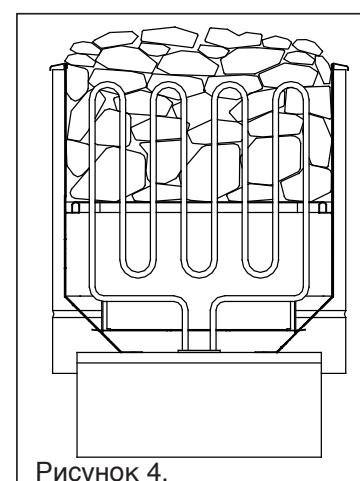

Рисунок 4.
- Камни должны полностью накрыть ТЕНы (рисунок 4).